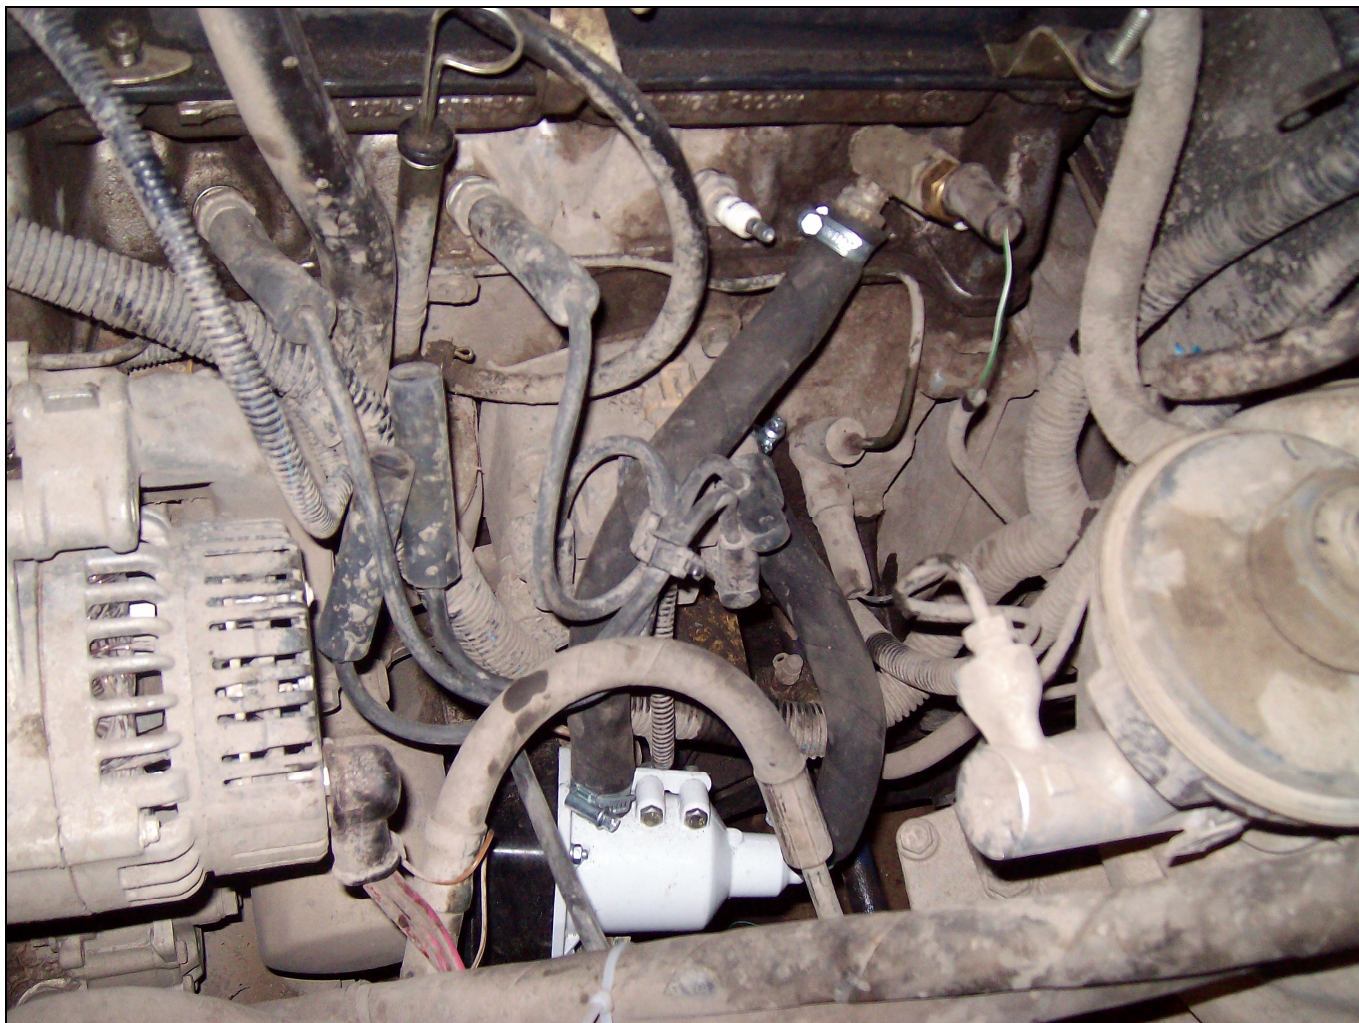

Рис. 1. Монтаж кронштейна с электроподогревателем, штуцеров, тройника с температурным датчиком, входного и выходного патрубка.
Электроподогреватель должен быть установлен в горизонтальное положение выходным патрубком вверх (см. рис. 1), при этом допускается незначительный (не >15 градусов) наклон.
- 3.10. Одеть на шпильку кронштейн (см.рис.1), сдвинуть его назад до упора в вертикальную полку кронштейна опоры и затянуть гайку.
- 3.11. Закрепить электроподогреватель к кронштейну с помощью болтов М6×35, шайб и гаек (см.рис.1). (Если необходимо, допустим подгиб кронштейна так, чтобы исключить касание крышки электроподогревателя и корпуса масляного фильтра).